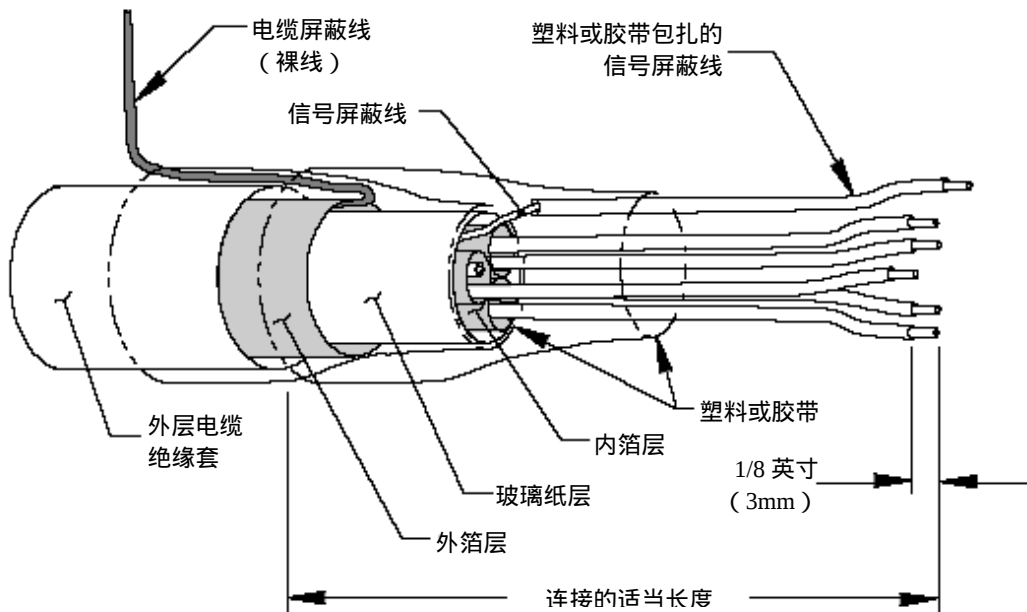

图2-7 CE 终端详细说明 (仅适用于CE)
1. 参考图 2-7, 小心地将外层电缆的绝缘套及外箔层向后剥去适当的长度, 这样露出信号屏蔽线、电缆屏蔽线及玻璃纸包扎的线束。